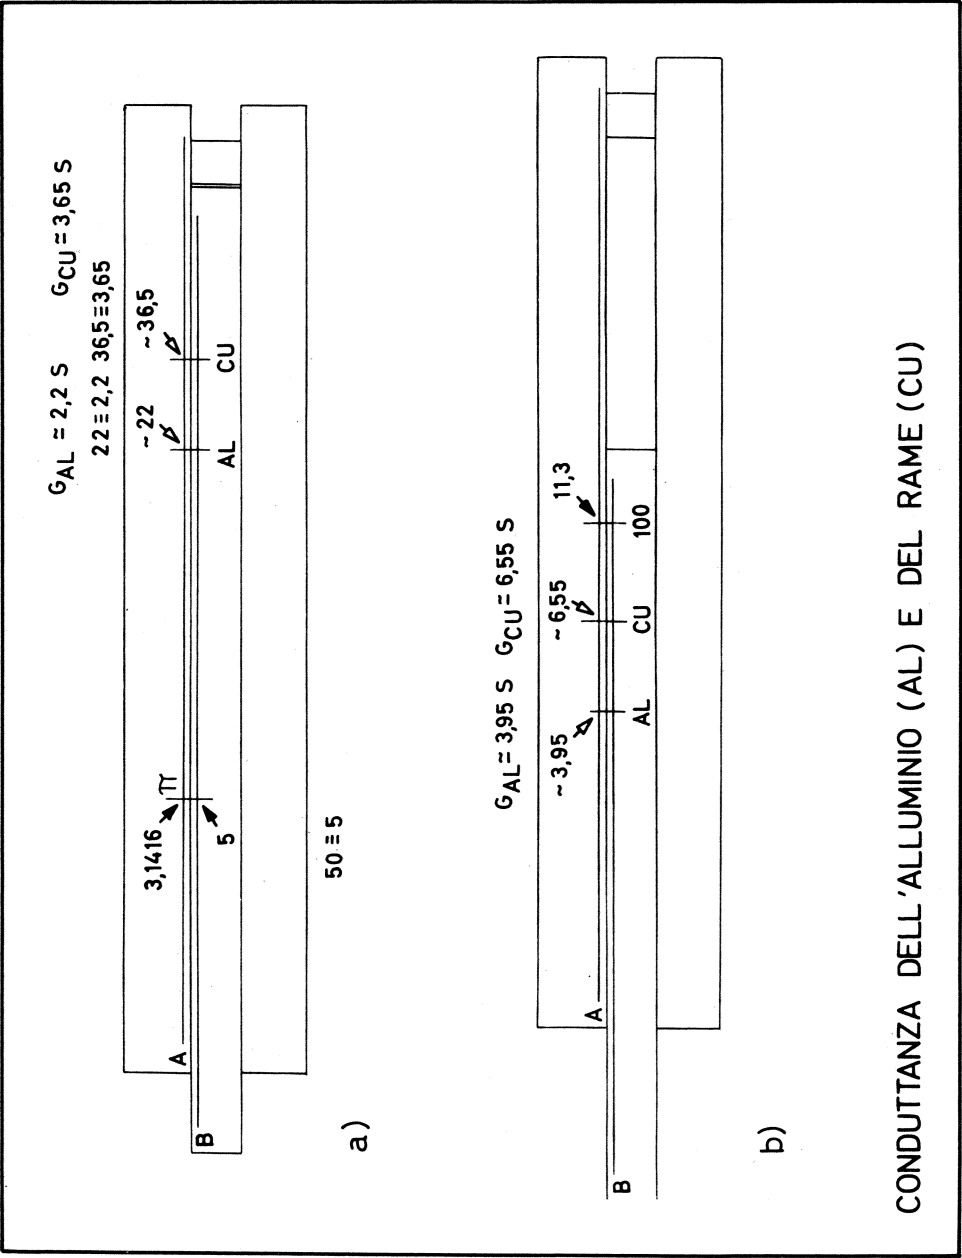

Fig. 12
Il calcolo è illustrato nella *fig. 12-a*.
Il calcolo è illustrato nella *fig. 12-a* medesima.
3) La conduttanza di un filo d'alluminio con sezione $S \approx 11,3$ millimetri quadrati e lunghezza $l \approx 100$ metri è $G_{AL} \approx 3,95$ siemens (*fig. 12-b*).
4) La conduttanza di un filo di rame con sezione e lunghezza uguali a sezione e lunghezza del precedente filo di alluminio è $G_{CU} \approx 6,55$ siemens (*fig. 12-b*).